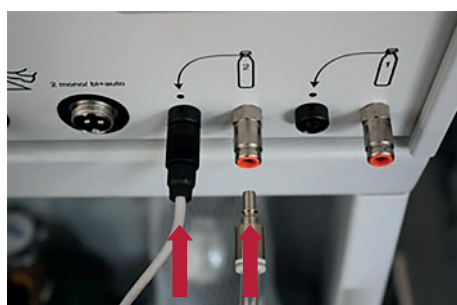

Figura 4
- Linea di misurazione della pressione del gas 2 (12)
- Attacco gas 2 (13)
- Linea di misurazione della pressione del gas 1 (14)
- Attacco gas 1 (15)
- Inserire il cavo proveniente dal pressostato (2) nella linea di misurazione della pressione del gas 1 o 2 (14 o 12).
- Inserire il tubo flessibile che parte dal raccordo di uscita, con l'adattatore all'estremità del tubo, nell'attacco gas 1 o 2 (15 o 13). Il tappo scatta in posizione da solo (Figura 4 e 5).